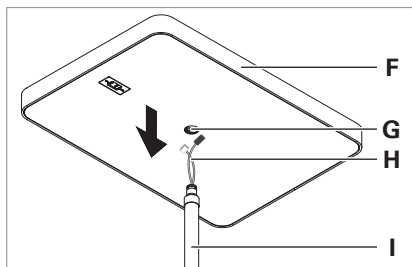

Fig. 8: Collocazione della testa dell'apparecchio d'illuminazione.
- Collocare la testa dell'apparecchio d'illuminazione **F** sul tubo di sostegno **I** e far passare i cavi **H** attraverso l'apertura **G** della testa dell'apparecchio d'illuminazione, vedi Fig. 8.